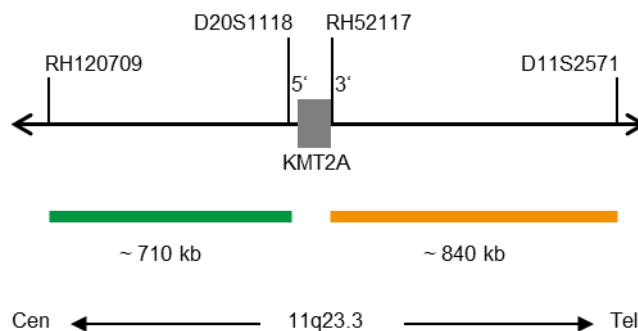

Fig. 1 : Carte de la sonde SPEC KMT2A (pas à l'échelle)
- Polynucléotides marqués au ZyGreen (excitation 503 nm/émission 528 nm) (~10 ng/μl), qui ciblent une séquence de 11q23.3\* (chr11:117,574,074-118,284,029) proximale de la région des points de rupture de KMT2A (voir figure 1).
- Polynucléotides marqués au ZyOrange (excitation 547 nm/émission 572 nm) (~4,5 ng/μl), qui ciblent une séquence de 11q23.3\* (chr11:118,399,293-119,237,675) distale de la région des points de rupture de KMT2A (voir figure 1).